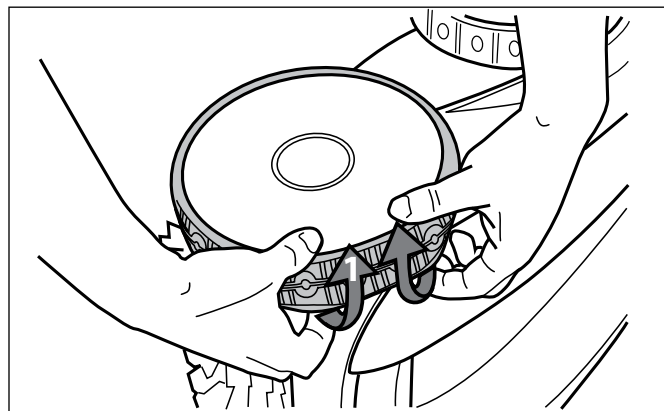

Figure 35. Démontier le pneu utilisé de la roue
1. Tirer sur l'intérieur du pneu utilisé pour dégager le pourtour du pneu de la roue (Figure 35).